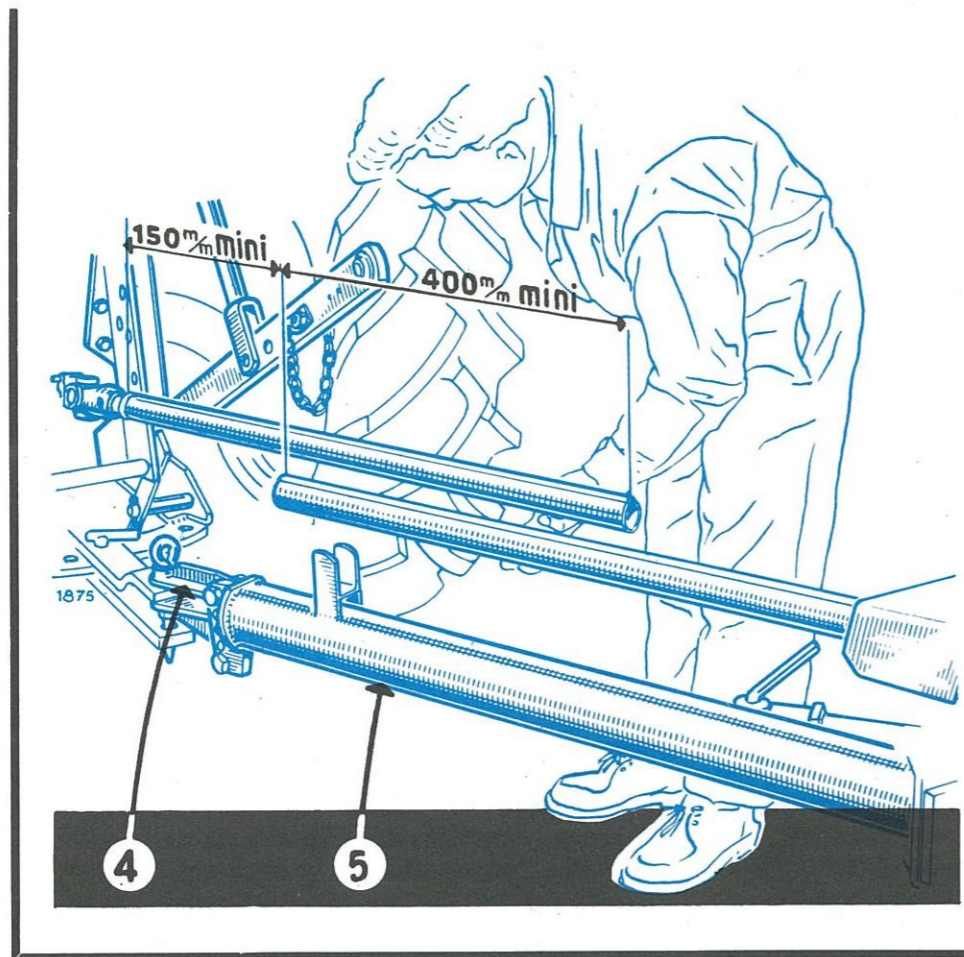

FIG. 12
- Emboîter le manchon du cardan avant de la transmission sur l'arbre de prise de force du tracteur sans engager les tubes télescopiques l'un dans l'autre (**voir fig. 12**).